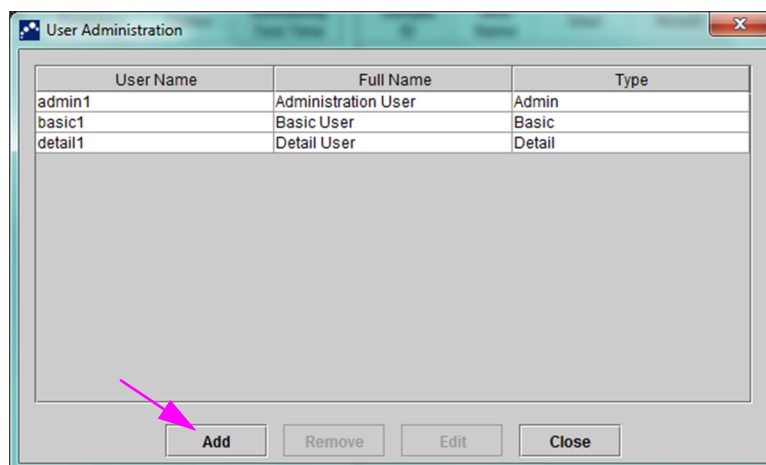
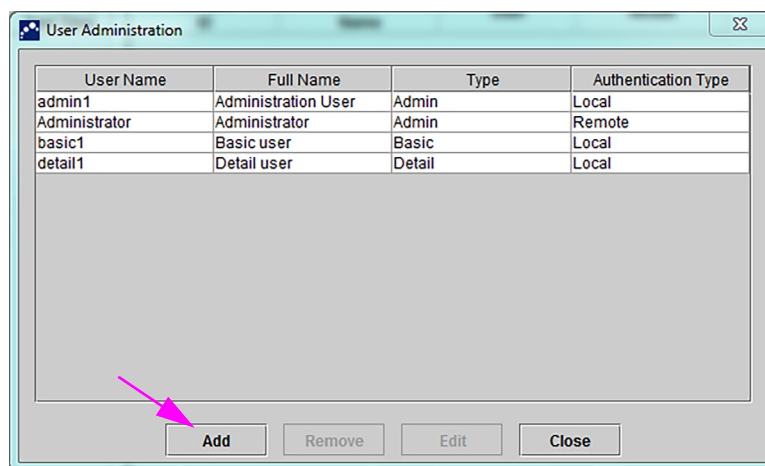

Figura 2-70. Caseta de dialog Administrare utilizator
Figura 2-71. Caseta de dialog Utilizator pentru utilizator la distanță
- În fereastra sistemului GeneXpert Dx (consultați Figura 2-56), în meniul **Configurare (Setup)**, faceți clic pe **Administrare utilizator (User Administration)**. Apare caseta de dialog Administrare utilizator (User Administration). Consultați Figura 2-70 dacă adăugați un utilizator local sau Figura 2-71 dacă adăugați un utilizator LDAP la distanță.
1. În fereastra sistemului GeneXpert Dx (consultați Figura 2-56), în meniul Configurare (Setup), faceți clic pe **Administrare utilizator (User Administration)**. Apare caseta de dialog Administrare utilizator (User Administration). Consultați Figura 2-70.